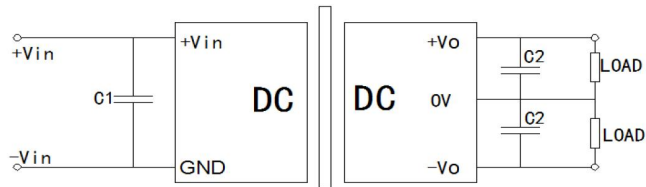

图 1
3. 推荐电路：若要求进一步减少输入输出纹波，可在输入输出端连接一个电容滤波网络，应用电路如下图 1 所示。但应注意选用合适的滤波电容。若电容太大，可能会造成启动不良问题。对于每一路输出，在确保安全可靠工作的条件下，推荐容性负载值如下表所示。对于纹波噪声要求较高的场合应外接 LC 滤波器，且 LC 滤波器的谐振频率要远小于 DC/DC 模块的开关频率，以防止与 DC/DC 模块产生相互干扰，造成输出纹波增加或模块损坏。